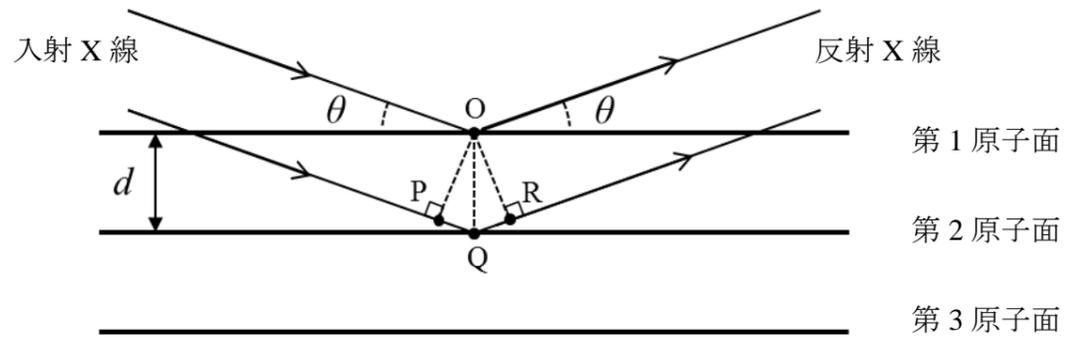

図 2-1 X 線のブラッグの回折条件を示す模式図
(1) X線回折は、結晶性物質の結晶構造を調べる有力な手段であり、用いる X 線の波長  $\lambda$ 、対象物質の回折結晶面の面間隔  $d$ 、回折角  $\theta$  の間にブラッグの関係式が成り立つことを利用している。図 2-1 はブラッグの関係式を満たす X 線散乱の様子を模式的に示したもので、第 1 原子面と第 2 原子面で散乱した X 線の内、角度  $\theta$  で示した特定の方向に散乱した X 線は、その行路差(PQ+QR)が X 線の波長の整数倍となり強め合う様子を示したものである。図 2-1 も参考にしながら、整数を  $n$  として X 線回折に関するブラッグの関係式を表しなさい。